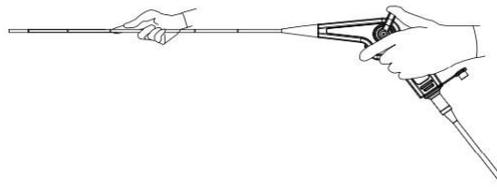

Fig. 3.4
4. En tenant doucement le tube d'insertion avec une main, passez délicatement le bout des doigts sur toute la longueur du tube d'insertion dans les deux sens (Fig. 3.4). Confirmer qu'il n'y a aucun objet qui arrête la main ou la saillie du fil métallique de l'intérieur sur et autour du tube d'insertion et que le tube d'insertion n'est pas anormalement rigide